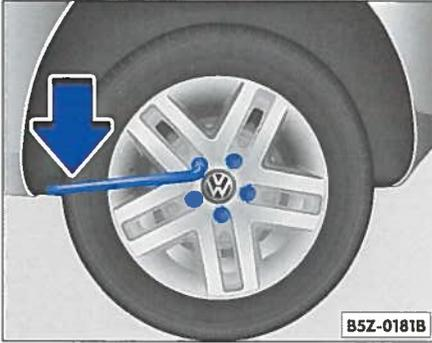

Abb. 106 Radwechsel: Radschrauben lockern
- Schieben Sie den Radschlüssel bis zum Anschlag auf die Radschraube ⇒ Abb. 106.